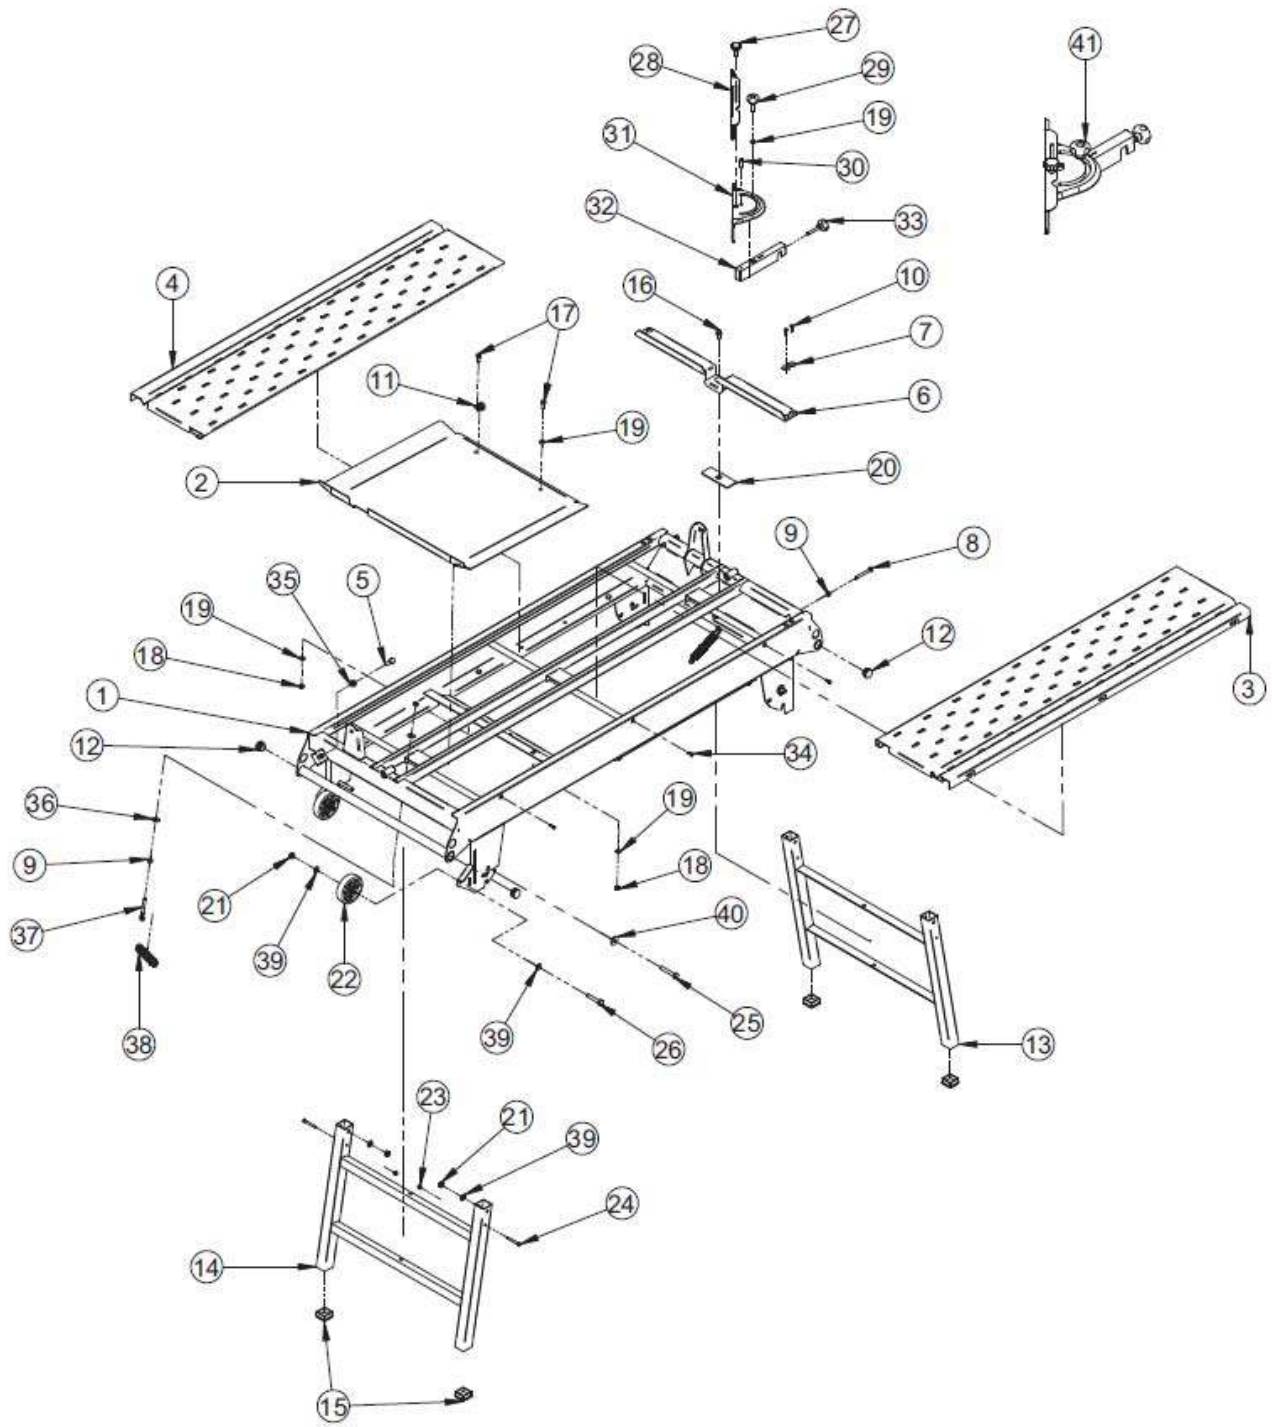

FIG.1
Umpleți rezervorul de apă până la nivelul maxim (aprox. 40 litri). Conectați mașina la sursa de alimentare și începeți așa cum este descris în paragraful 10. Deschideți supapa (Fig. 1, Ref. M) și asigurați-vă că există un debit suficient de apă de răcire pentru lama de diamant.
La intervale regulate (sau în cazul în care debitul apei de răcire a lamei este redus) curățați circuitul de alimentare cu apă de răcire. Pentru a face acest lucru, demontați duza de alimentare situată în interiorul lamei de protecție (Fig. 1, Ref. E) și curățați-o în apă.
1. Blocați mișcarea verticală a capului de tăiere prin strângerea în jos a roții de reglare (Fig. 1, Ref.D).
2. Demontați protecția din față (Fig. 1, Ref.E).